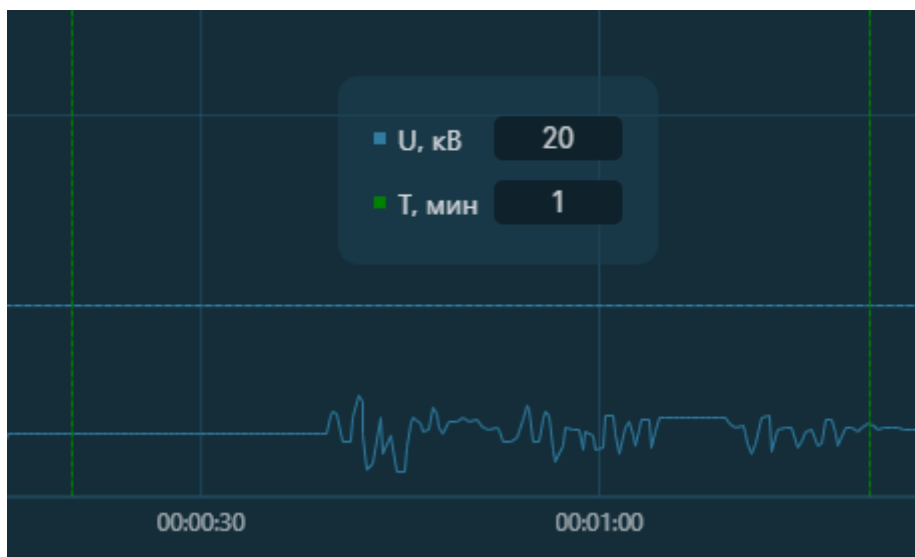

Рисунок 64 Построение графиков тока и напряжения
- начинается построение графиков напряжения и тока утечки (**Рисунок 64**).